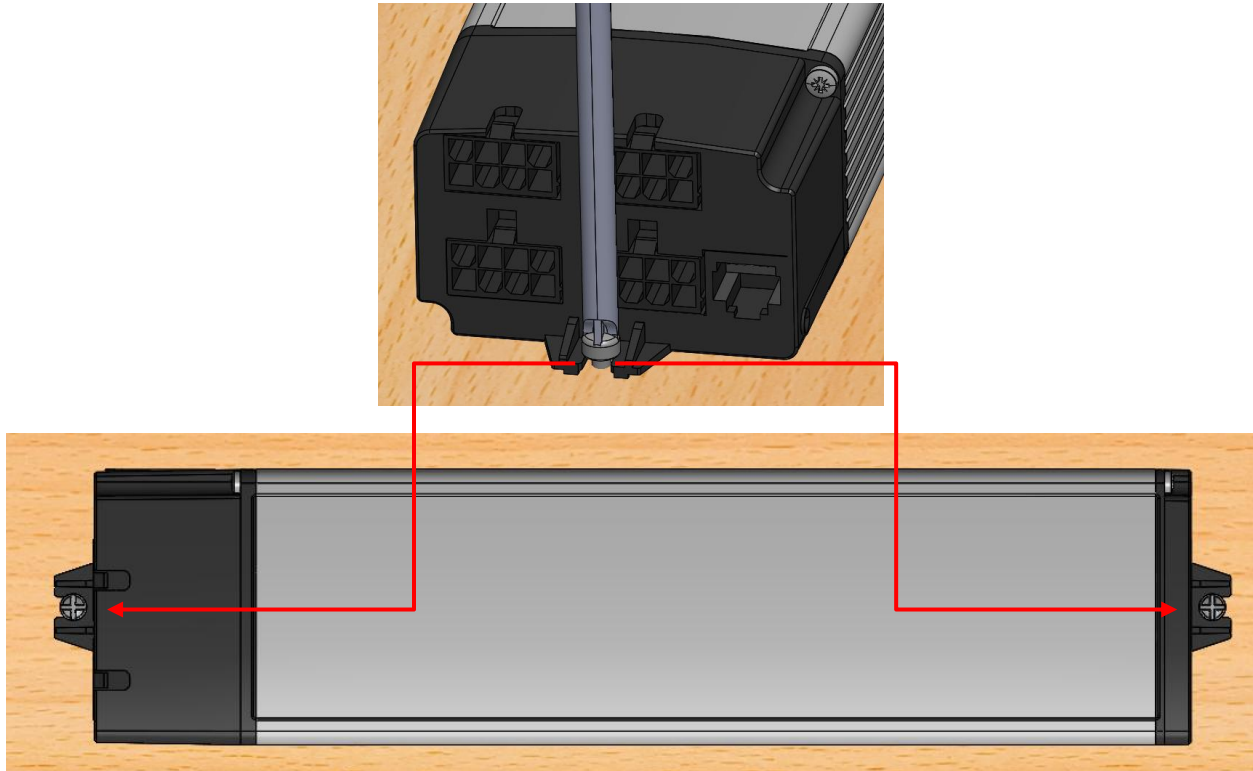

Abbildung 16: Befestigung der elektrischen Steuerung (2 Schraubverbindungen)
- ➔ Schrauben Sie die Steuerung fest an (Abbildung 16: Befestigung der elektrischen Steuerung). So vermeiden Sie Funktionsstörungen durch gelockerte Steckverbindungen oder ungewollte Geräuschentwicklung.